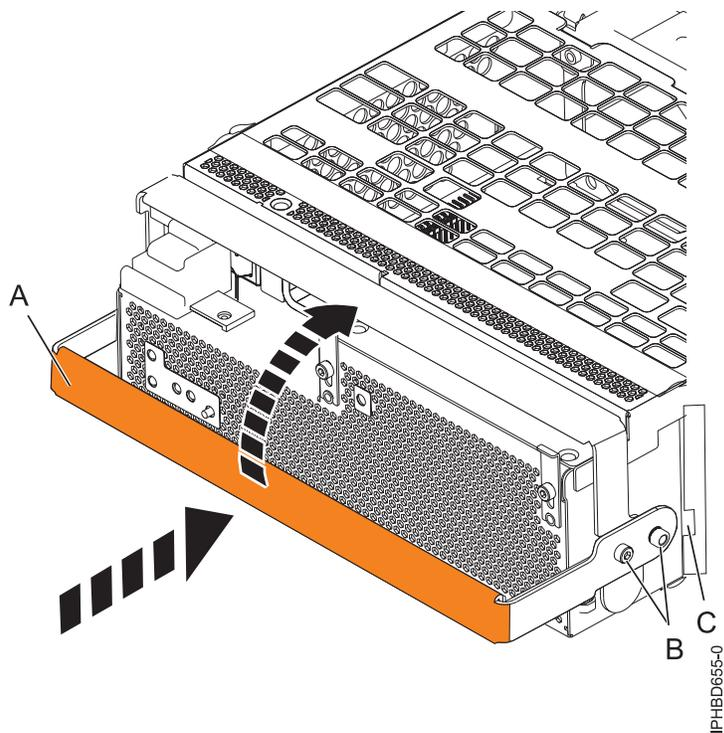

Figura 63. Sustitución de una fuente de alimentación
6. Para sustituir la fuente de alimentación, con el asa de bloqueo (**A**) en la posición de abierto, empuje la fuente de alimentación en la unidad de expansión, como se muestra en la Figura 63 en la página 80.